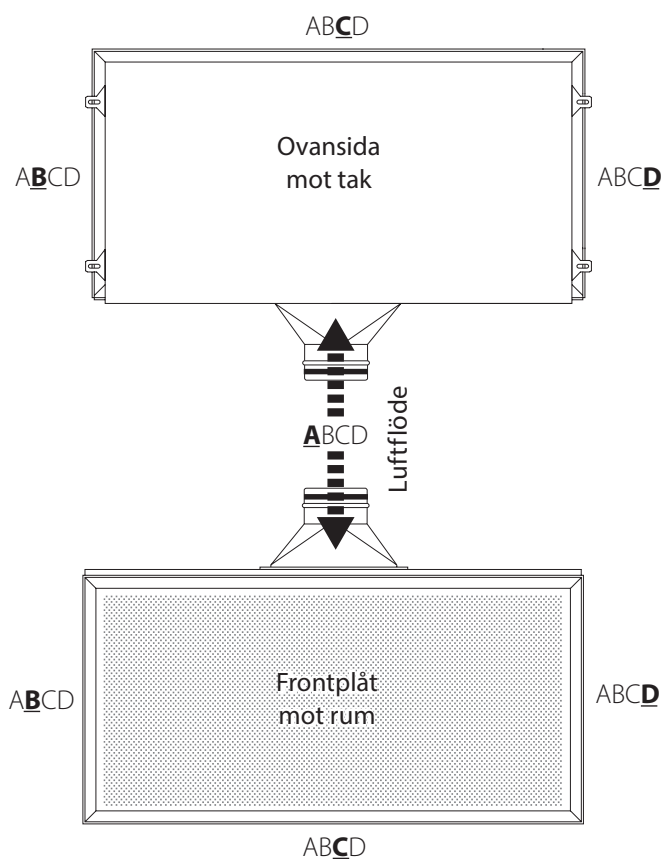

Bild 3. Princip för inställningskod av dyslister, PremiAir-HF.
- Ett inställt luftflöde indikeras med 4-siffrig kod motsvarande produktens fyra sidor, se bild 3.
- Första siffran i koden (position A) utgår alltid ifrån produktens kanalanslutningssida betraktat i **luftflödets riktning**. Sifferordningen listas alltid **medurs** (bild 3):
- Inställning av dyslister för önskat luftflöde och drivtryck kan tas fram med hjälp av tryck- och flödesdiagram **D1-D2**, enligt 4-siffrig modell för dyskoder (se bild 3). Som alternativ hjälp finns även tabell **T4**.